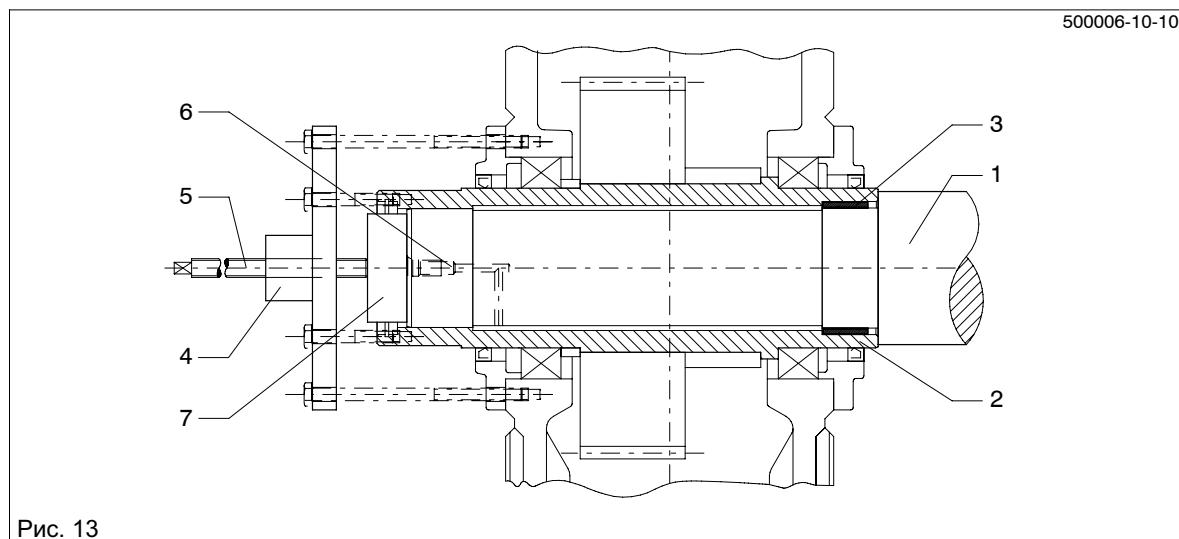
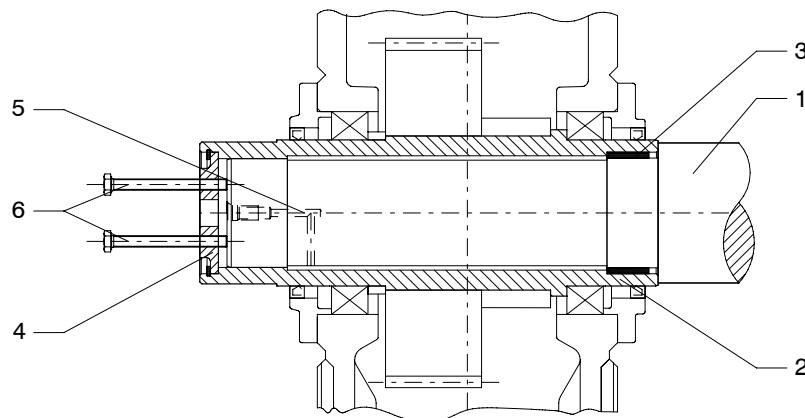

Рис. 13
Рис. 14
- При образовании ржавчины на посадочных плоскостях для облегчения снятия передачи насосом закачать под давлением растворитель ржавчины в пустое пространство сверленого отверстия, чтобы он попал на посадочное место. Нанесение растворителя ржавчины можно проводить через сверление в машинном валу (смотри Рис. 13).
- Отжатие передачи от машинного вала может быть выполнено по возможности на месте при помощи отжимного винта на концевом диске (см. рис. 14), центральным ходовым винтом или, предпочтительнее всего, гидравлическим агрегатом Лукаса.
- После достаточного действия растворителя снять передачу при помощи устройства согласно рис. 13 или рис. 14.
Если при этом, как показано на рис. 13, опора не только на полый вал, но и имеется дополнительное объединение с кожухом, силы отжима не должны превышать значений, приведенных в приведенной ниже таблице.